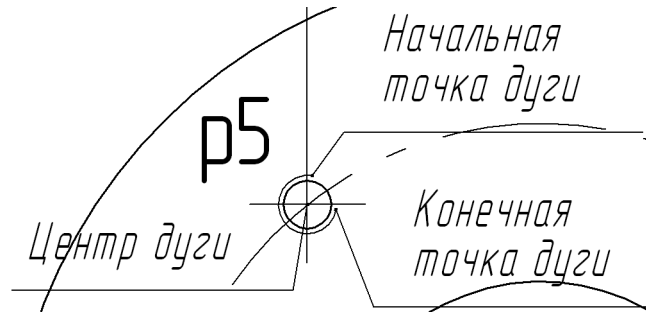

Рис. 51.18.
6. Увеличьте часть чертежа вокруг точки p5 (рис. 51.18).
10. Начальную и конечную точку дуги в данной ситуации укажите на глаз, как это показано на рис. 51.18.